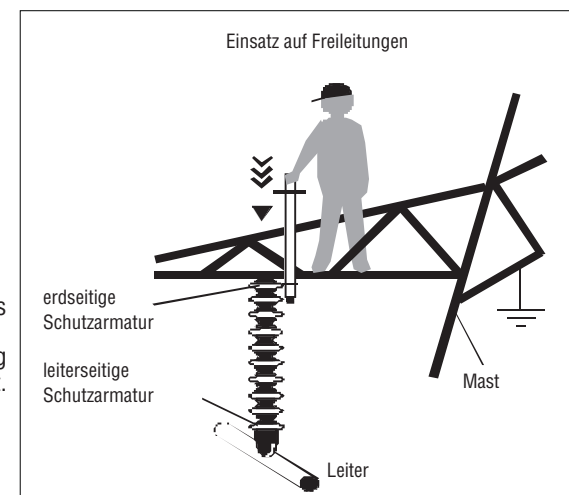

Bild 6: Anwendungsbeispiel, Masttraverse (ohne Verlängerungen)
4.5 Die Gebrauchslage kann beliebig gewählt werden (siehe **Bild 6**).
5.4 Zur Prüfung auf Spannungsfreiheit wird der Hochspannungsanzeiger mit seinem grünen Ring an die geerdete Schutzarmatur des Isolators gelegt, daß der Arbeitskopf des Hochspannungsanzeigers, wie z. B. in **Bild 6** dargestellt, in Richtung des des zu prüfenden, am anderen Isolatorende befestigten Leiterseiles zeigt (Gerätelängsachse parallel zur Isolatorlängsachse). Steht der Leiter unter Spannung, so erhöht sich die intermittierende Anzeige/Meldung des optischen und akustischen Signals (Faktor 10).
- 1.7 When using the HSA 194 voltage detector without additional extension, it may only be held by the handle and used from a safe location so that the user maintains the required safety distance from all live parts of the installation (Fig. 6).